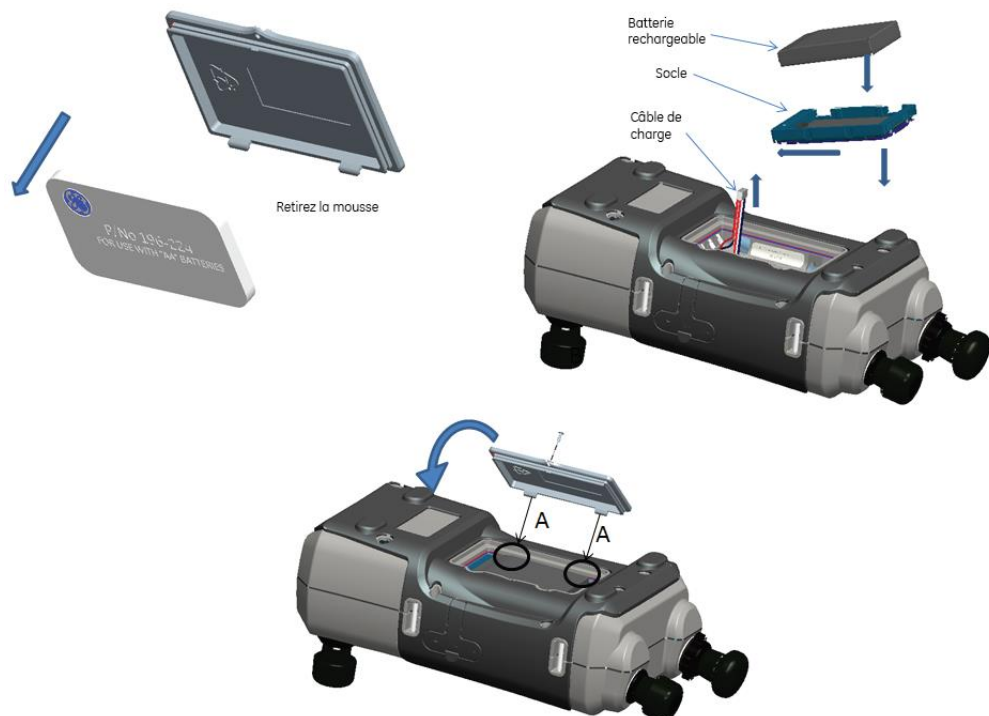

Figure 1-1 Installation du bloc-batterie rechargeable
6. Remettez en place le cache de batterie en enfonçant les pattes à l'intérieur des fentes (A) puis abaissez le cache et immobilisez-le à l'aide de la vis de fixation. (Voir Figure 1-1).